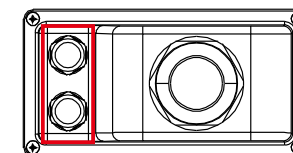

Figure 5.24
- Dévissez les couvercles de « COM2 » et « COM3 » sur l'onduleur comme indiqué sur la figure 5.24.